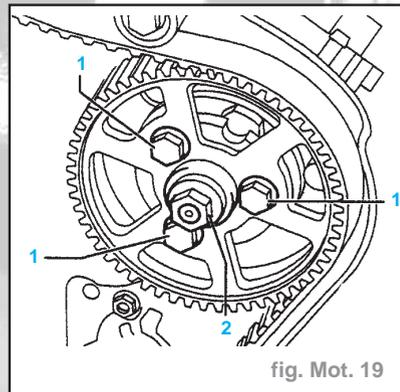

fig. Mot. 19
- Dévisser les vis de fixation du pignon de pompe d'injection (1) (fig. Mot. 19).
- Nota** : L'écrou (2) du moyeu ne doit être desserré en aucun cas. Sinon, le réglage de base de la pompe d'injection